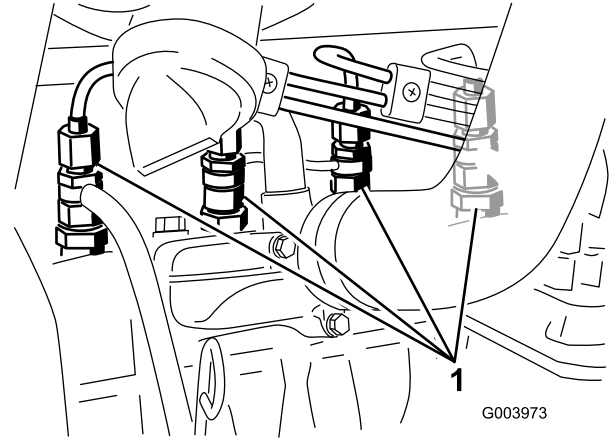

Figure 54
1. Desserrez le raccord entre l'injecteur n° 1 et le porte-injecteurs (**Figure 54**).